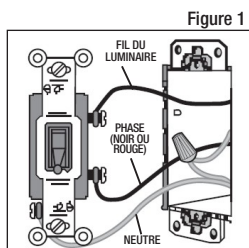

Figure 1
3. Vérifier qu'il y a bien les fils de phase, de neutre et d'interrupteur dans la boîte. S'il n'y a pas tous les fils, il peut être nécessaire de tirer des câbles supplémentaires avant de pouvoir effectuer l'installation (voir Fig. 1).